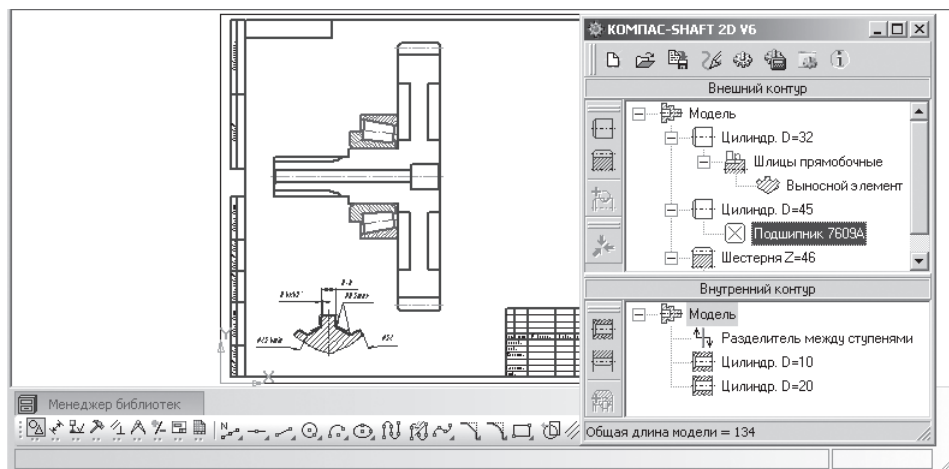

Рис. 3.47. Результат установки подшипника на выбранной ступени вала
- щелкните по кнопке **Применить**. Появится изображение выбранного подшипника на выделенной ступени вала с выбранным вариантом привязки и другими параметрами. Если такое представление подшипника вас устраивает, то щелкните по кнопке **ОК**. Появится на выделенной ступени выбранный подшипник. Одновременно в верхнем окне **Внешний контур** появится пункт **Подшипник 7609A**, см. рис. 3.47.